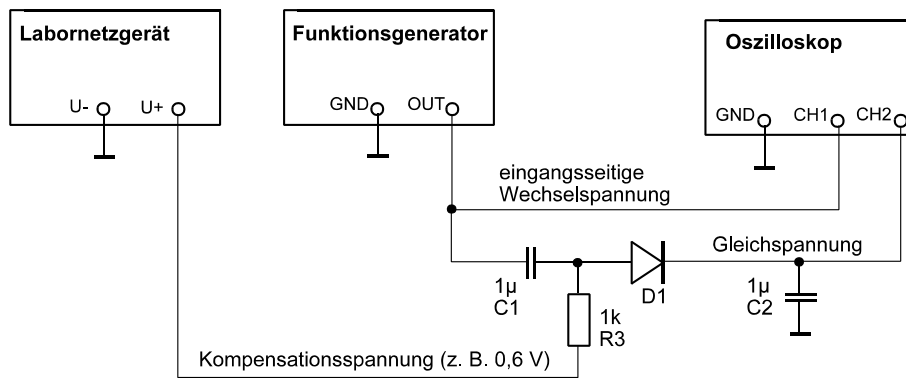

Abb. 2.3 Kompensation der Flußspannung.
- Gleichrichtwirkung, wenn Flußspannung durch externe Gleichspannung kompensiert wird (Abb. 2.3).